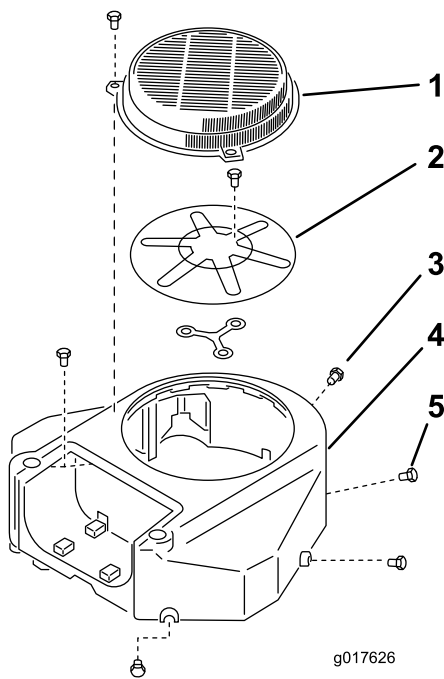

Bild 60
3. Entfernen Sie das Luftansauggitter und das Lüftergehäuse (Bild 60).
5. Setzen Sie das Luftansauggitter ein und bringen das Lüftergehäuse an (Bild 60).